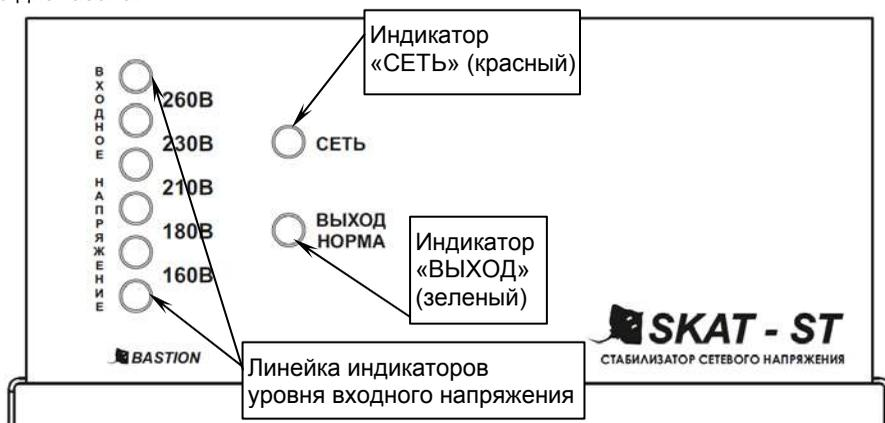

Рисунок 2 – Вид стабилизатора со стороны индикации
- светодиодную индикацию уровня входного напряжения (см. рисунок 2);
Включите стабилизатор сетевым выключателем (см. рисунок 2). Включится светодиодный индикатор «СЕТЬ», стабилизатор выполнит трехсекундное тестирование сетевого напряжения и подаст выходное напряжение на нагрузку (при условии, что уровень входного сетевого напряжения находится в допустимом диапазоне, см. п.1. таблицы 1) и включится светодиодный индикатор «ВЫХОД».